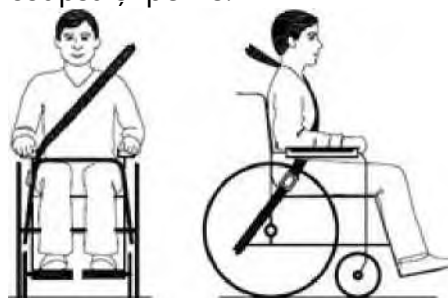

Figura 4
7. Montați chingile de fixare din față conform instrucțiunilor producătorului sistemului de chingi, la locul indicat (figura 3). Acest loc este marcat pe scaunul rulant cu un simbol (figura 4).
10. Montați chingile de fixare din spate conform instrucțiunilor producătorului sistemului de chingi, la locul indicat (în jurul blocului de prindere a roții și deasupra bucsei axului) (figura 3). Acest loc este marcat pe scaunul rulant cu un simbol (figura 4).